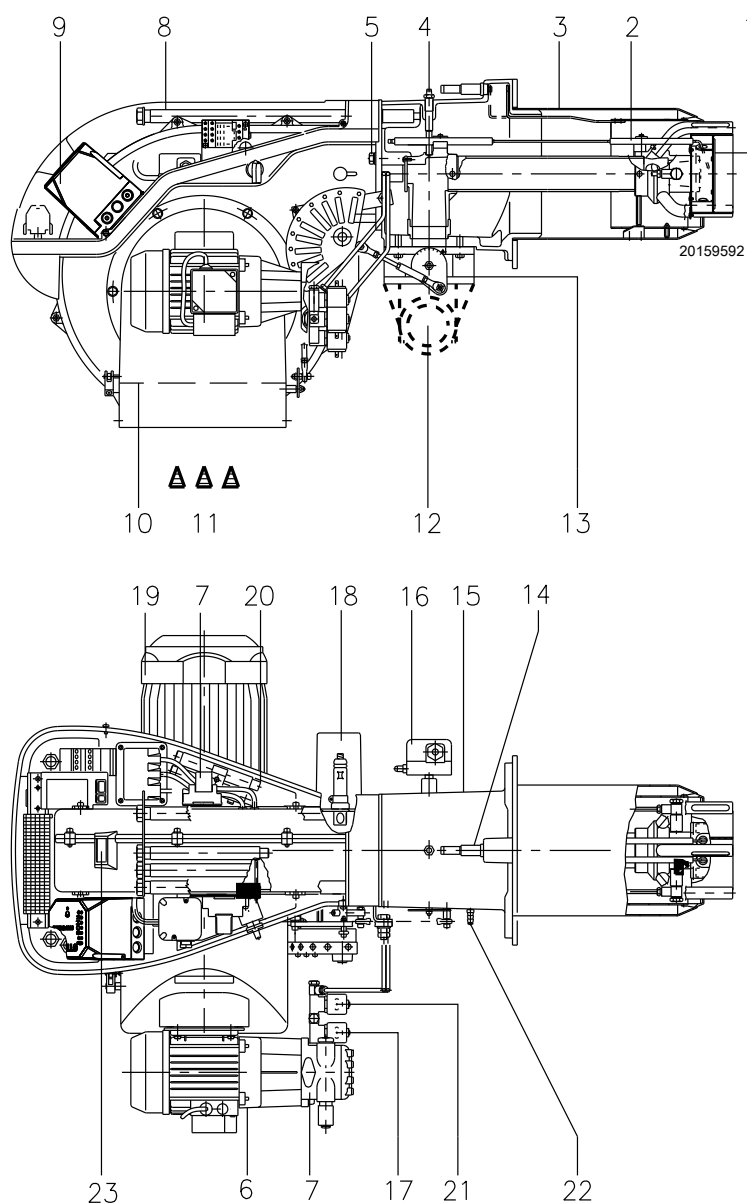

图 5
(1) 参考条件：环境温度 20°C - 燃气温度 15°C - 大气压力 1013 mbar - 海拔 0 m a.s.l.
(2) 测试点 4) (图 5) 处的燃气压力，此时炉膛压力为 0 并且燃烧器处于最大出力运行状态。
(3) 噪音测试在制造商燃烧实验室内进行，燃烧器在测试锅炉上以最大出力运行。